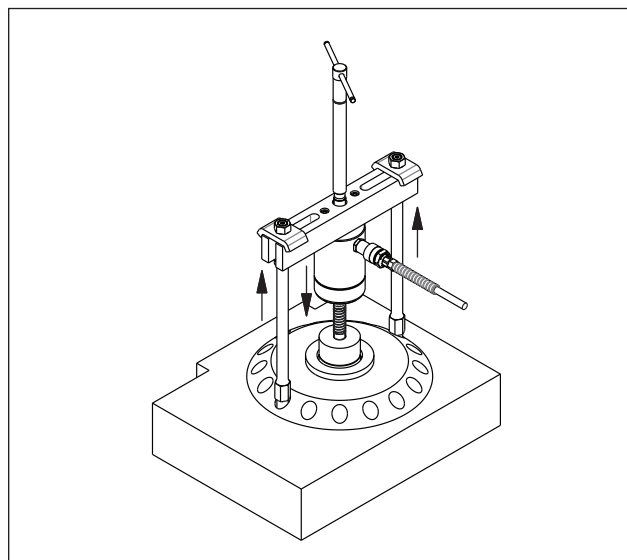

Figura 10, Extractor de crucetas (normal)
- Monte el extractor en el cojinete, la polea u otra pieza a extraer. Alinee las patas del extractor. Véase figura 10.